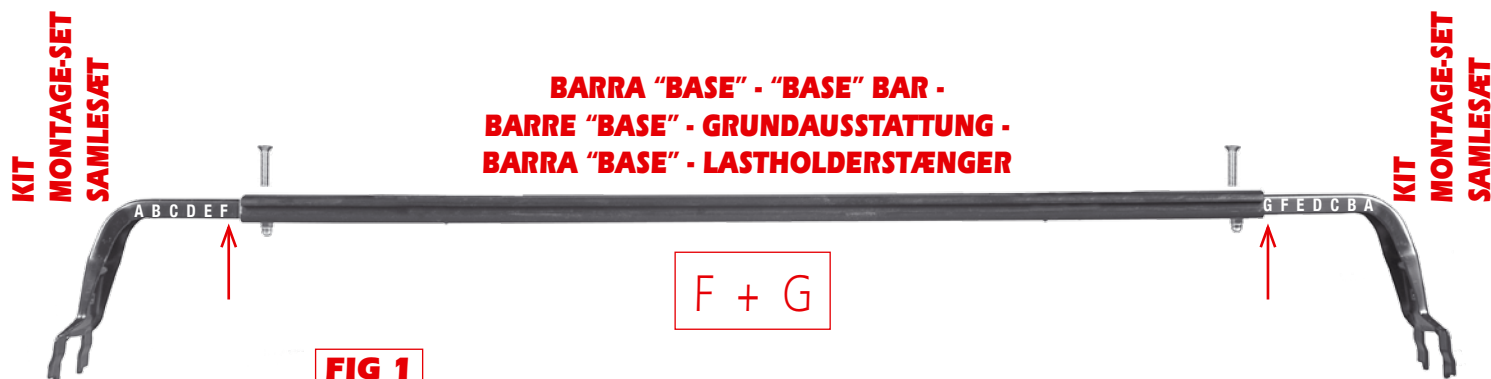

FIG 1
2) Inserire le staffe a corno sotto la guarnizione **all'interno** delle alette (Fig.4) (staffa ant. lato guida n°2, lato passeggero n°1). Inserire la vite nei fori della barra facendo in modo che l'ultima lettera leggibile sia la "F" in un lato e la "G" nell'altro (vedi Fig.1).